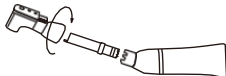

Abb. 14.1
- ① Lösen Sie die Verriegelung und nehmen Sie den Kopf aus der Hülse heraus. Ziehen Sie die Antriebsradbaugruppe aus dem Kopf heraus. [Abb. 14.1]